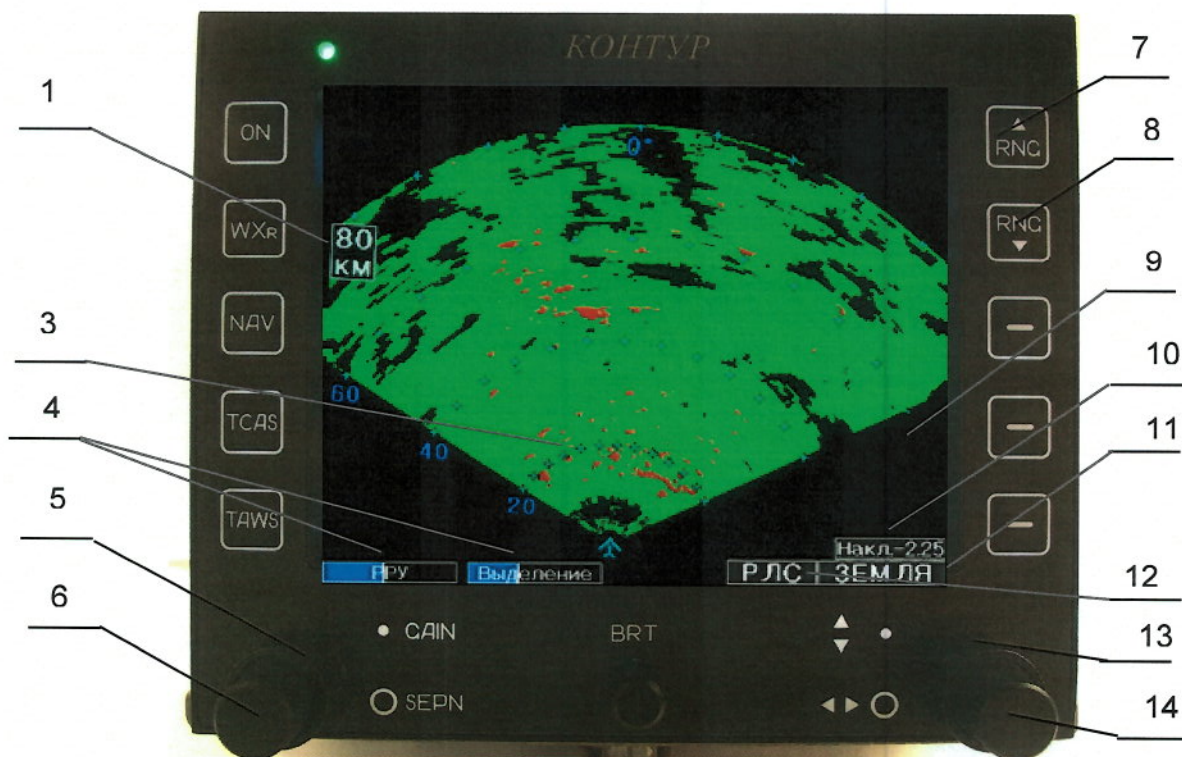

Рисунок 10 - Изображения сигналов на экране МФИ в режиме «Земля»
- 3.1.5.2 С помощью ручки управления наклоном антенны  (рис. 10, поз. 14) следует установить такой наклон антенны, при котором обеспечивается максимальная дальность обнаружения фона земной поверхности (зеленый цвет).
- 3.1.5.4. Для выделения наиболее характерных ориентиров в режиме работы «Земля» используется также ручка «SEPN», изменяющая порог обнаружения наземных ориентиров от величины сигналов, отраженных от фона земной поверхности, до величины сигналов, отражённых от крупных радиолокационноконтрастных наземных сооружений. Положение ручек «GAIN» и «SEPN» отображается в левом нижнем углу экрана в виде светлой полосы на темном фоне в прямоугольнике с соответствующей надписью (рис. 10, поз. 4) (в русскоязычном варианте интерфейса МФИ ручке «GAIN» соответствует прямоугольник с надписью «РРУ», а «SEPN» – «ВЫДЕЛЕНИЕ»).
- калибрационные метки дальности (с оцифровкой) и азимутального направления в виде точек, расположенных по дугам (рис. 10, поз. 3);
- поле для индикации угла наклона антенны (рис. 10, поз. 10);
- поле для индикации режима работы РЛС (рис. 10, поз. 11);
- поле для индикации масштаба и размерности радиолокационного изображения (рис. 10, поз. 1);
- поле для индикации функции переназначаемых кнопок (рис. 10, поз. 9);
- поле для индикации системы, от которой в данный момент выводится изображение на экран (рис. 10, поз. 12).
- 3.1.5.7 Масштаб изображения, удобный для наблюдения, устанавливается с помощью кнопок «RNG▼» и «RNG▲» (рис. 10, поз. 7, 8) («ДН+» и «ДН-» соответственно в русскоязычном варианте интерфейса МФИ).